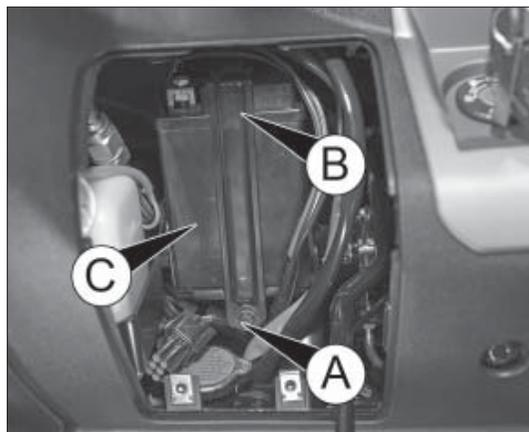

fig. 9
- dévissez la vis A fig. 9 et déposez l'étrier B, puis sortez la batterie C de son logement ;